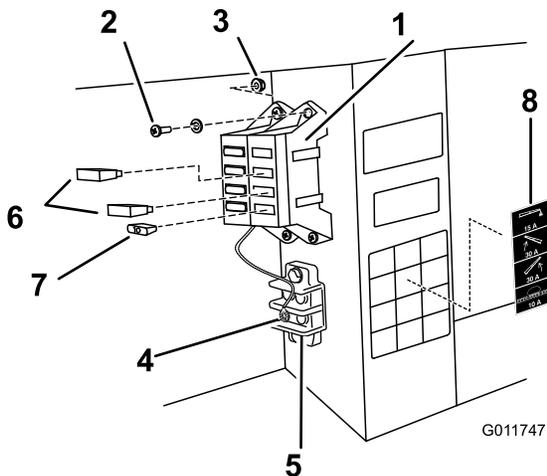

Bild 12
8. Schließen Sie das schwarze Erdkabel mit der Fächerscheibe an die bestehende 1/4 Zoll Schraube innen am Fahrzeugchassis an (Bild 12).
10. Bauen Sie den Sicherungsblock und den Kabelbaum neben den bestehenden Sicherungsblöcken am Rahmen ein. Verwenden Sie zwei Schrauben (Nr. 10-24 x 3/4 Zoll) und zwei Sicherungsmuttern (Nr. 10-24), siehe Bild 12.
A. Setzen Sie den 30 A Überlastungsschutz (2 Stück) in den linken und rechten Sicherungsschlitz des Auslegerhubs ein (Bild 12).
B. Setzen Sie die 10 A Sicherung in den Stromsicherungsschlitz des Sprühsystems ein (Bild 12).